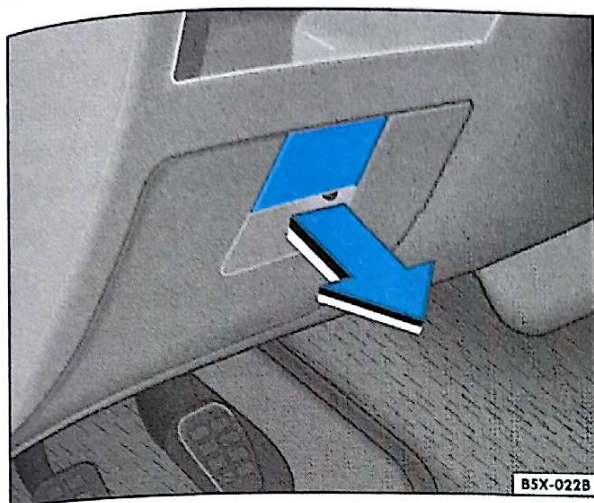

Fig. 127 Lado esquerdo do painel de instrumentos: caixa de fusíveis
- Retire a tampa da caixa de fusíveis ⇒ fig. 127.